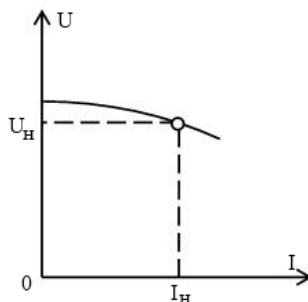

Рис.3
3. Скопируйте рис. 3 и дополните его изображением внешней характеристики генератора смешанного возбуждения с встречным включением последовательной обмотки, у которого номинальное напряжение такое же, как напряжение генератора параллельного возбуждения.